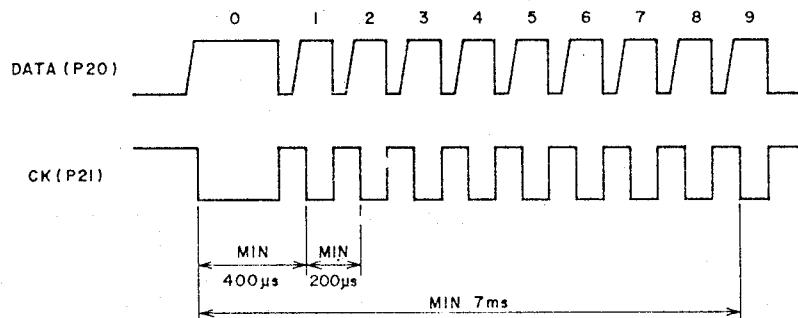

Abb. 5-3
- Die Mindestzeit von 0-Bit-CK bis 1-Bit-CK ist 400 usec und danach ist die Mindestzeit 200 usec. (Siehe Abb. 5-3)